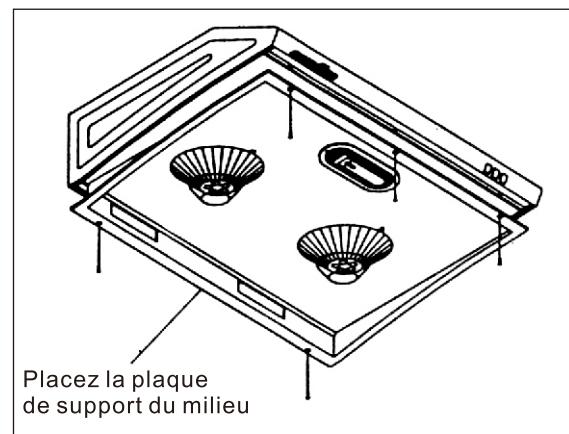

Fig. 15 Plaque de support du milieu
12. Replacez le couvercle de filage et la plaque de support du milieu. (Fig. 15)